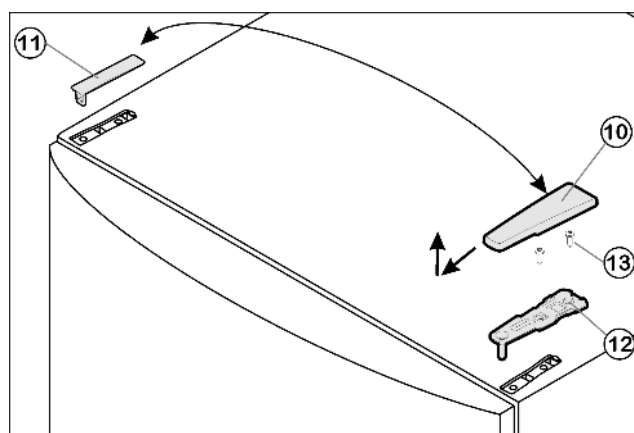

Fig. 4
- ▶ Wyjąć osłonę Fig. 4 (10) do przodu i do góry.
- ▶ Podnieść osłonę Fig. 4 (11).
- ▶ Odkręcić górną płytkę zawiasu Fig. 4 (12) (2 razy Torx® 25) Fig. 4 (13) i wyjąć ją do góry.
- ▶ Włożyć w drzwi górną płytkę zawiasu Fig. 4 (12) po nowej stronie zawiasów.
- ▶ Przykręcić mocno górną płytkę zawiasu Fig. 4 (12) (z siłą 4 Nm) (2 razy Torx® 25) Fig. 4 (13). Ewentualnie nakłuć otwory pod śruby lub użyć wkrętarki akumulatorowej.
- ▶ Zażebić osłonę Fig. 4 (10) i osłonę Fig. 4 (11) odpowiednio po przeciwległej stronie.